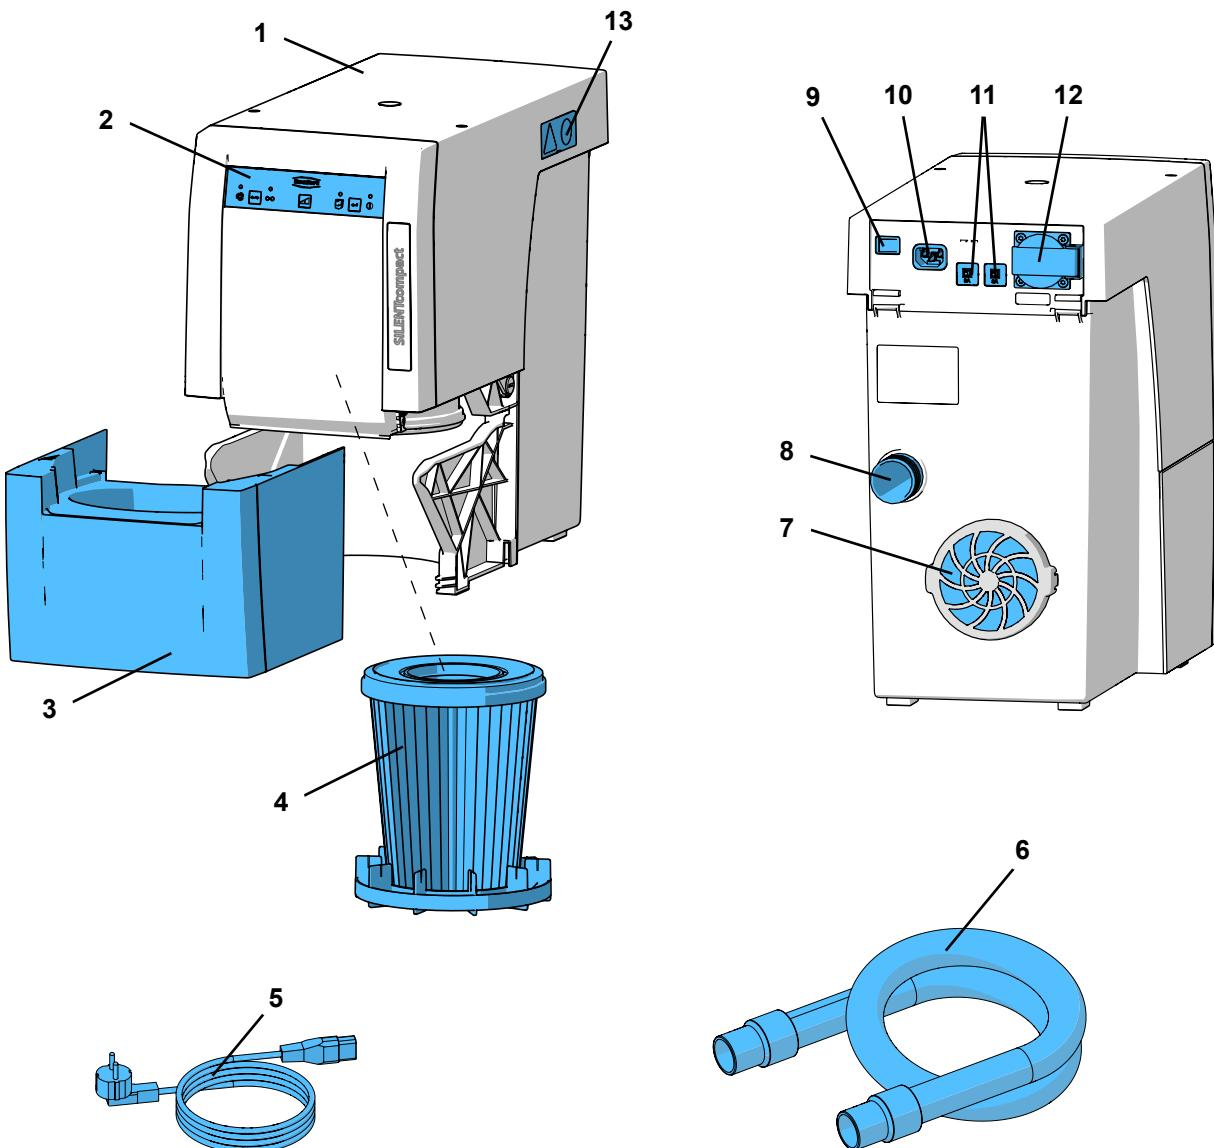

рис. 1
- ⇒ выключите прибор с помощью выключателя (9, рис. 1).